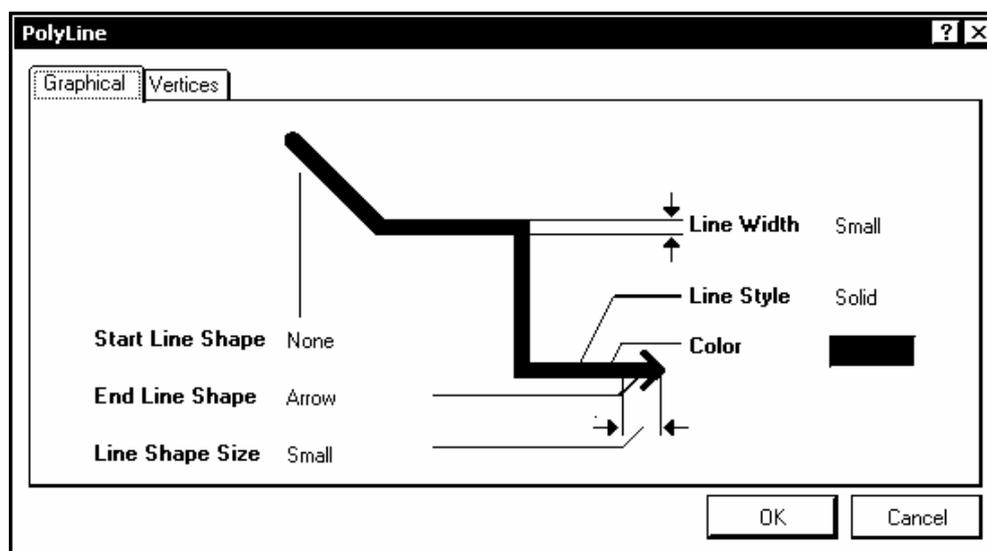

Рис. 3.3
2. Клавишей Tab активизировать функцию настройки ширины линии. Откроется диалоговое окно настройки PolyLine (рис. 3.3).